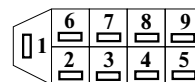

Рис. 7
В некоторых автомобилях, в европанели, в глубине отсека под бортовой компьютер, находится 9-ти контактный разъем маршрутного компьютера (МК), рис. 7.
**КОНТАКТ С ЧЕРНЫМ КЕМБРИКОМ** - подсоедините к корпусу, или к контакту "А" (ДК), рис. 6, или к контакту "4" (МК), рис. 7.